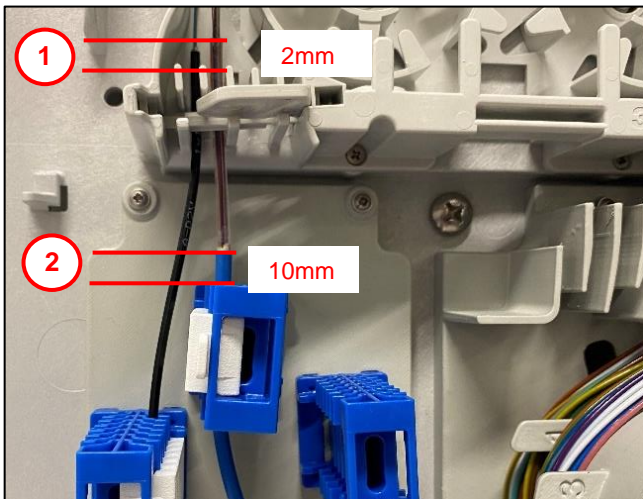

Abb. 35
- Mikrokabel (1) in die Klemmplätze (2) eindrücken, Absetzmaß oberhalb der Klemmplätze siehe Abb. 35.
- Gf-Minikabel (1) auf Höhe Oberkante des Gf-Führungskanals (2) absetzen, Absetzmaß siehe Abb. 35.
- Gf-Minikabel mittels Fixierteilen (3) im Gf-Führungskanal fixieren.